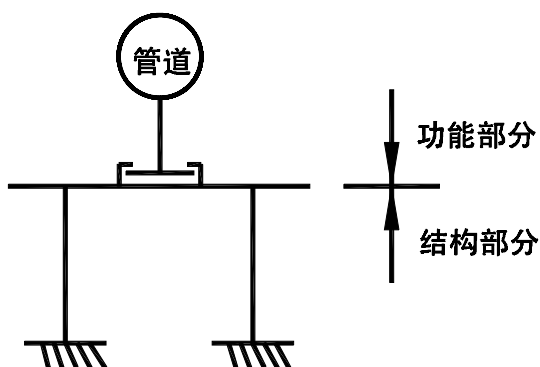

图 3.1
3.1.1 结构部分：支架、吊架 图 3.1
3.1.2 功能部分：管托、导向架 图 3.1